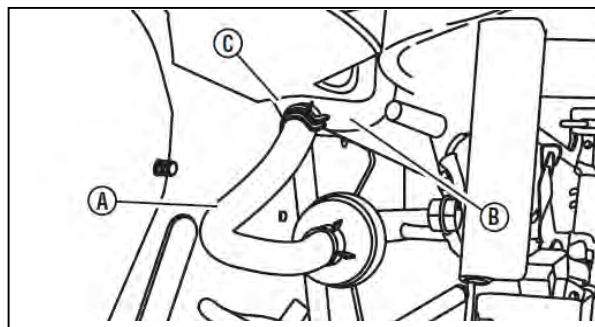

図 1-8
- A. 燃料ホース(図 1-8 の A)を燃料タンク(B)の底にある出口に取り付けます。ホースクランプ(C)をしっかりと固定します。